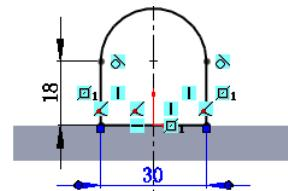

图 5.1.25 横断面草图
- ② 建立几何约束。建立如图 5.1.25 所示的对称和相切约束。
- ③ 建立尺寸约束。标注如图 5.1.25 所示的两个尺寸。
- ④ 修改尺寸。将尺寸修改为设计要求的尺寸，并且裁剪多余的边线。
- ⑤ 完成草图绘制后，选择下拉菜单 **插入(I)** → 命令，退出草图绘制环境。